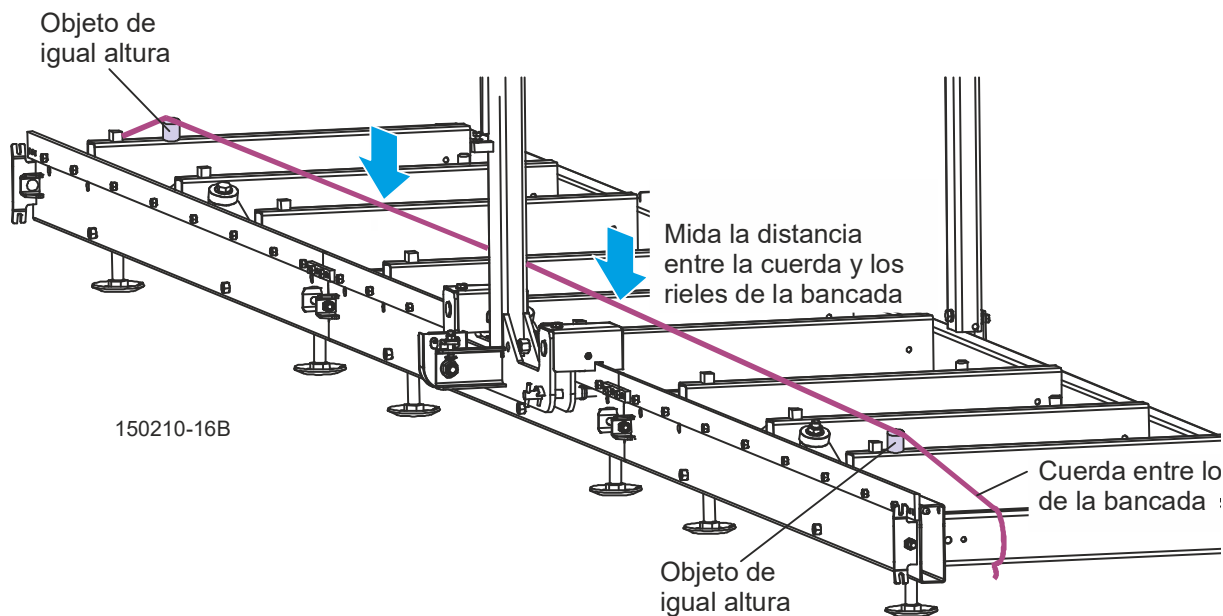

FIG. 4-1
5. Ajuste las patas del armazón hasta que todos los rieles de la bancada estén a la misma distancia de la cuerda. Vea FIG. 4-1.